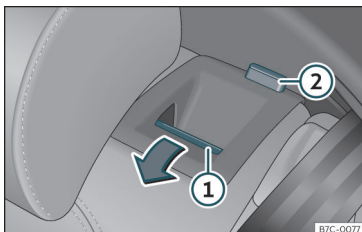

Fig. 111 Sedile posteriore: ribaltare lo schienale.
- Premere il tasto di sblocco »» **fig. 111** ① in avanti e, contemporaneamente, ribaltare lo schienale. Lo schienale posteriore è sbloccato quando si vede la tacca rossa sul tasto ②.
Lo schienale posteriore è sbloccato quando si vede la tacca rossa sul tasto >>> **fig. 111** ②.